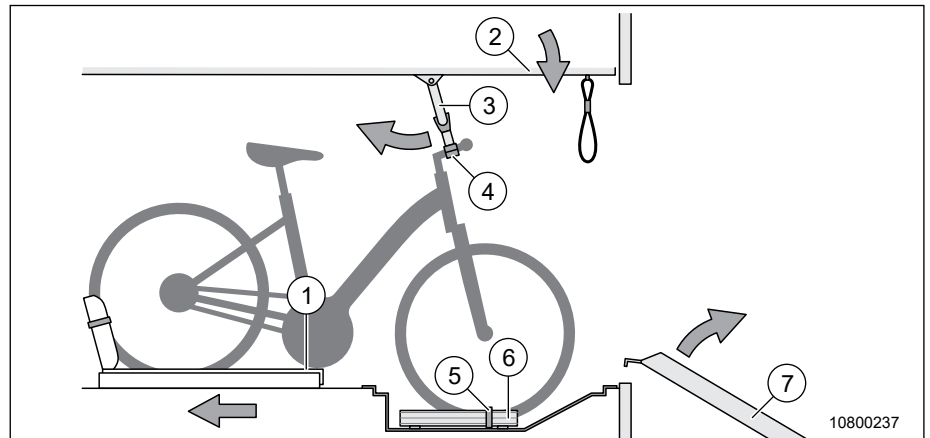

Fig. 4 Sécuriser le vélo dans le support pour vélo électrique
14. Glisser le dispositif coulissant (Fig. 4, Pos. 1) complètement vers l'arrière. Le support encliquette et se verrouille en position finale.
15. Placer la roue avant dans le rail de support (Fig. 4, Pos. 6).
16. Fixer la roue avant avec l'attache de sécurité (Fig. 4, Pos. 5).
17. Pivoter le support du volant (Fig. 4, Pos. 3) vers le bas.
18. Sécuriser le volant avec la pince de fixation (Fig. 4, Pos. 4).
19. Retirer la rampe d'accès (Fig. 4, pos 7) et la ranger de façon sûre.
4. Retirer la rampe d'accès (Fig. 4, pos 7) et la ranger de façon sûre.